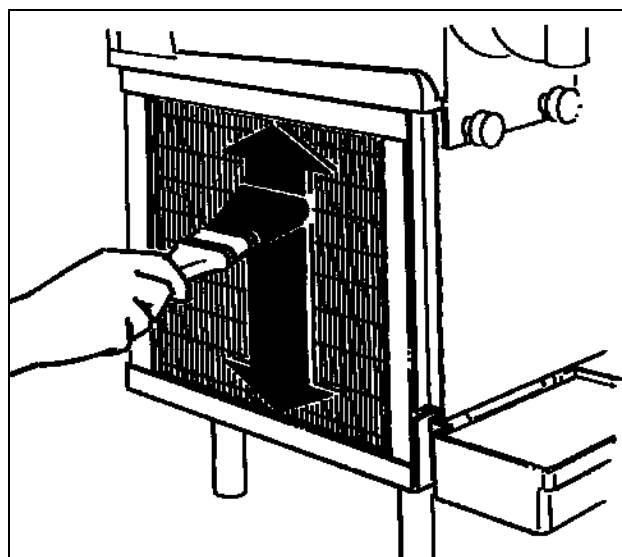

Fig. 22
- Nettoyer les ailettes du condenseur en éliminant la poussière du condenseur à l'aide d'une brosse ou d'un aspirateur (voir fig. 22).